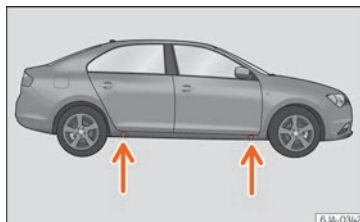

Fig. 64 Cambio de rueda: puntos de apoyo del gato.
• Busque en el larguero la marca del punto de apoyo del gato [zona hundida] más cercano a la rueda a cambiar »» fig. 64.